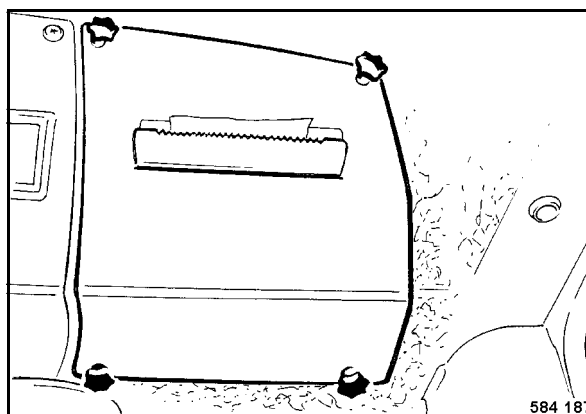

Fig. 84
- Desenroscar las empuñaduras de estrella (Fig. 84) y retirar la cubierta.